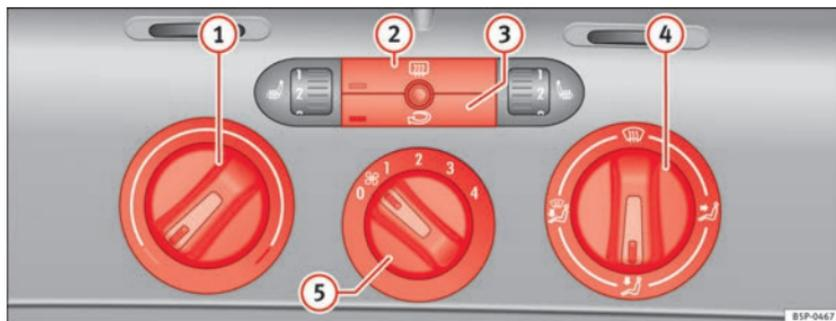

Abb. 129 In der Instrumententafel: Bedienelemente der Heizung
- Mit den Reglern ⇒ Abb. 129 ① und ④ und mit dem Schalter ⑤ stellen Sie die Temperatur, die Luftverteilung und die Gebläsestufe ein.
- Drücken Sie die jeweilige Taste ② bzw. ③, um eine Funktion ein- oder auszuschalten. Bei einer eingeschalteten Funktion leuchtet die Kontrollleuchte unten links an der Taste auf.